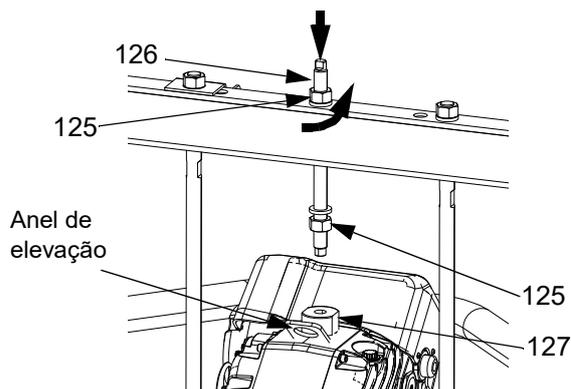

FIG. 50: Base de 55 galões
5. Desligar o acionador (AB):
- a. *Unidades de abastecimento com êmbolo D200 de 3 pol. e D200s de 6,5 pol.:* Prenda um gancho de elevação seguro ao anel de elevação do acionador. Solte a porca (125) abaixo da barra de cruzamento. Utilize a chave inglesa para segurar o adaptador do anel de levantamento (127) no lugar e solte a haste roscada (126) acima da barra de cruzamento com outra chave inglesa. Consulte a FIG. 50.